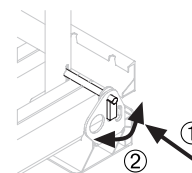

Fig. A1.07
5. Inserire i perni e avvitare per bloccarli (Fig. A1.07)